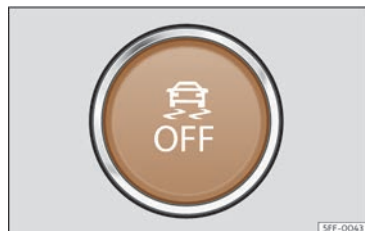

Fig. 129 En la parte inferior de la consola central: botón para conectar/desconectar el ESC (en función de la versión).
• El ASR se puede desconectar y conectar mediante una pulsación corta en el botón  de la consola central >>> **fig. 129.**
• El ESC en modo "Sport" se puede desconectar y conectar mediante una pulsación corta en el botón  de la consola central >>> **fig. 129.**
• El ESC se puede desconectar y conectar mediante una pulsación larga en el botón  de la consola central >>> **fig. 129.**